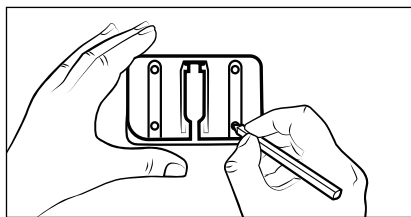

Bild 5
- 3) Använd väggållaren **18** för att markera de fyra borrhålen på väggen (se bild 5).